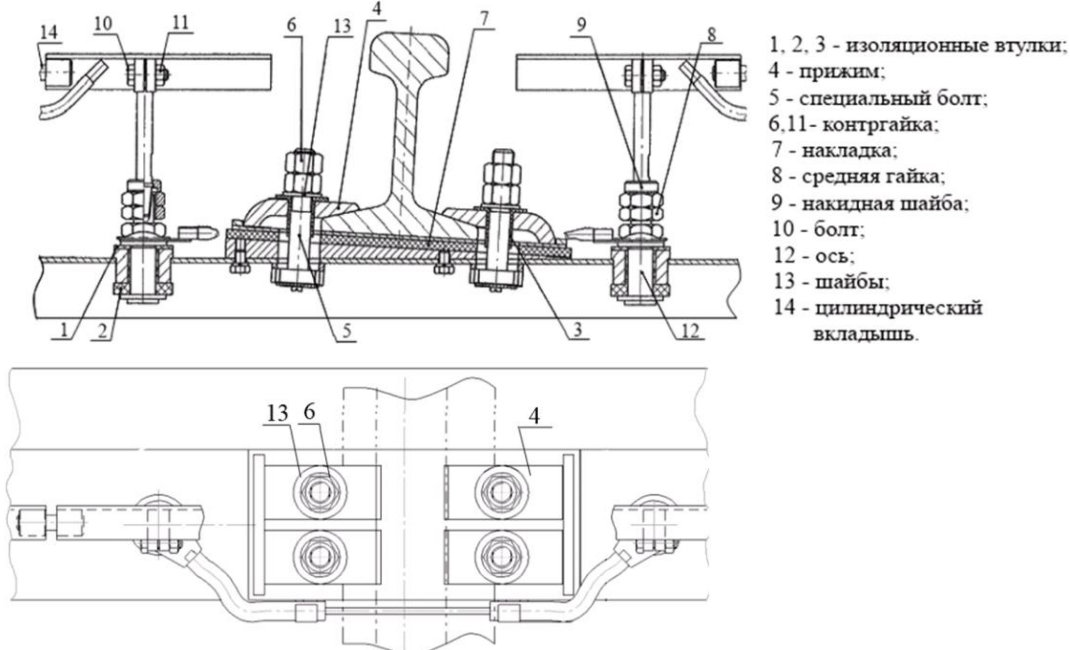

Рис.7. Крепление к подошве рельса балки датчика УКСПС-У
Для профиля (балки), закрепленного к подошве рельса (рис.7):
- открутить 8 гаек (поз.6 рис.7) следующим образом: на одной опорной площадке - с наружной стороны колеи, на второй опорной площадке – с внутренней стороны колеи. Остальные 8 гаек ослабить (при необходимости);
Для профиля (балки), закрепляемого к подошве рельса (рис.7):